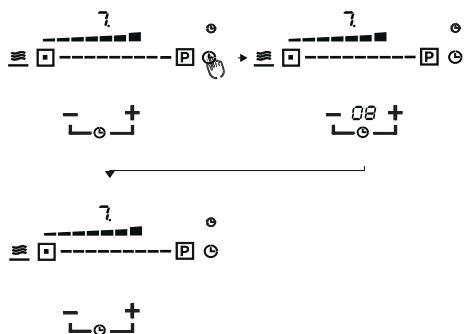

Abb. 56
Wenn die Sensortaste Timer (T) gedrückt wird, während Ihr Timer aktiv ist, wird die verbleibende Zeit in der Anzeige für ca. 30 Sekunden lang angezeigt (Abb. 56).